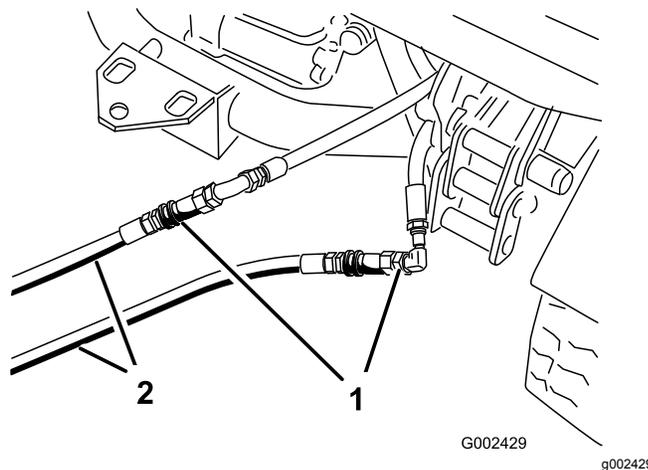

Рисунок 77
3. На неисправном автомобиле подсоедините два шланга-перемычки к шлангам, которые были отсоединены (Рисунок 77).